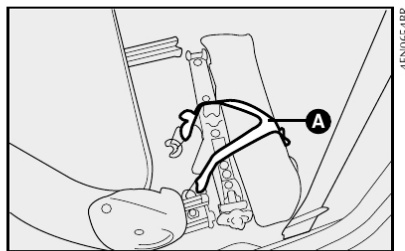

fig. 11
- levantar o banco do motorista e soltar o elástico de fixação **A-fig. 11**, retirando o macaco, a bolsa de ferramentas e o triângulo;